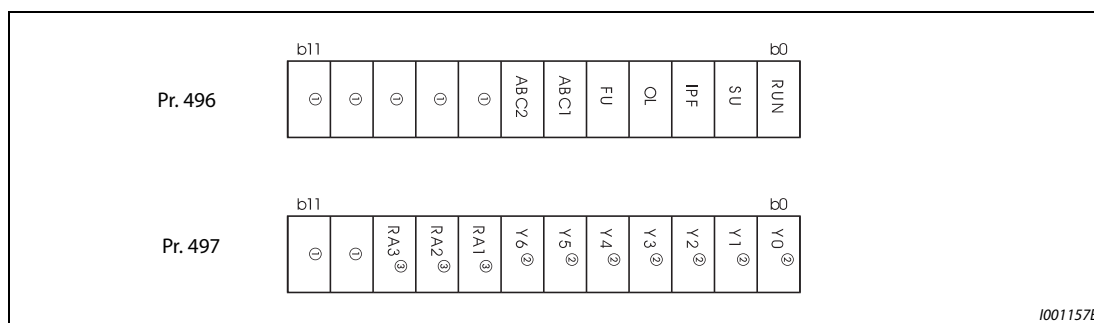

Abb. 5-169: Dezentrale Ausgangsdaten
- In positiver Logik wird durch Setzen eines Bits auf „1“ der entsprechende Ausgang ein- und in negativer Logik ausgeschaltet. In positiver Logik wird durch Setzen eines Bits auf „0“ der entsprechende Ausgang aus- und in negativer Logik eingeschaltet (siehe auch Abb. 5-169).